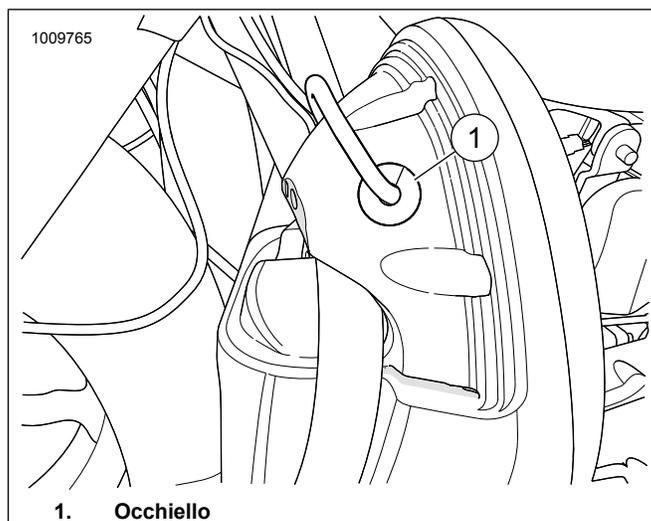

Figura 16. Mostrata carenatura inferiore
13. Vedere la figura 16. Rimuovere l'occhiello del filo dell'altoparlante (1) dalla carenatura inferiore.